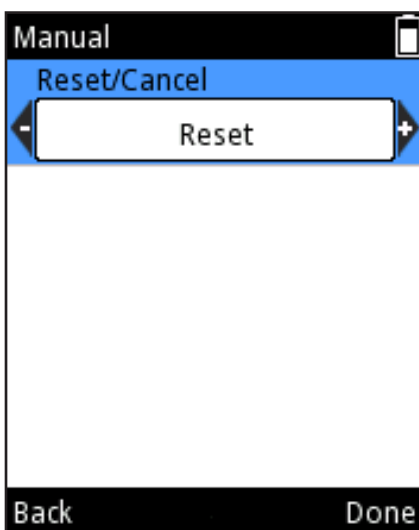

Abb. D35.
8. Optional: Sie können die Volumenanzeige jederzeit mit  (**Reset/Cancel**) auf 0 zurücksetzen. Das Reset/Cancel-Fenster öffnet sich (siehe Abb. D35). Wählen Sie **Reset** (Zurücksetzen) mit  /  und drücken Sie  (**Done**). In der Volumenanzeige erscheint die Mengenangabe 0. Falls Sie jetzt Flüssigkeit dispensieren, wird das Volumen als negative Menge angegeben.